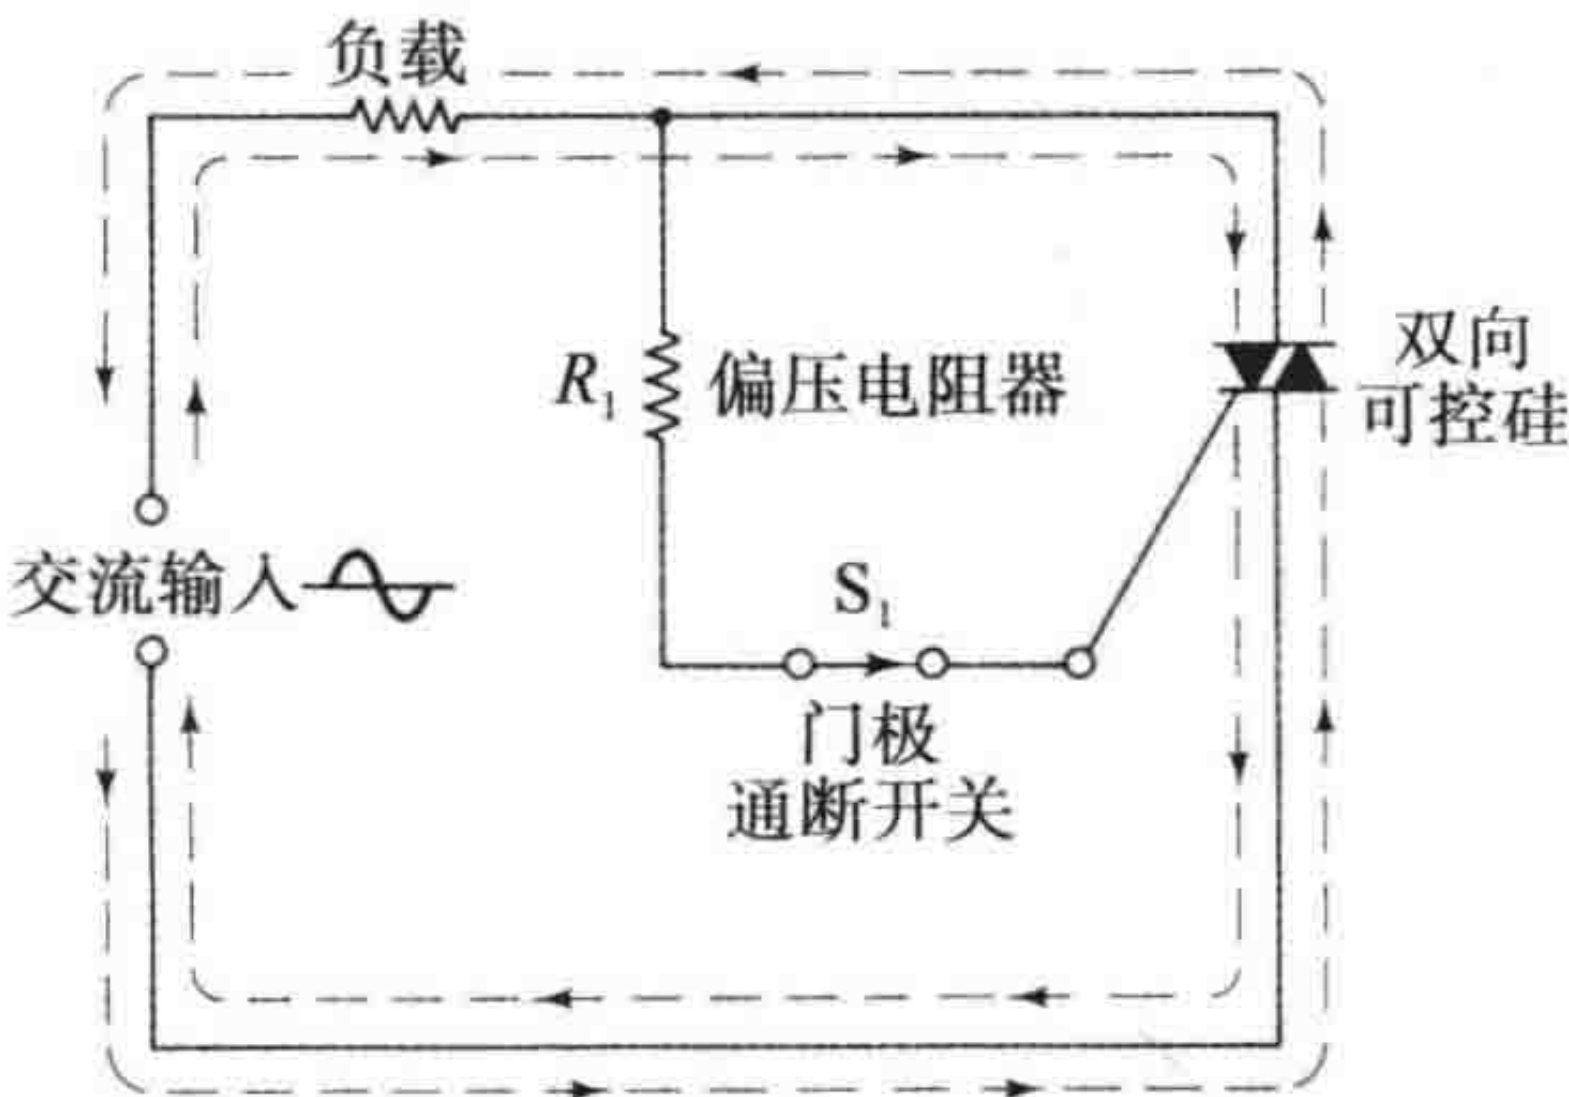

图 7-12 双向可控硅通过小的门极电流控制大的负载电流
**双向可控硅的应用** 因为双向可控硅可以双向导通，所以将其用在交流电路中是最好的，图 7-12 所示为接线图。在这个电路中，当门极被触发的时候，全部输入都施加在负载上。当 S1 打开的时候，由于施加的电压低于导通值，所以双向可控硅不能导通；当 S1 闭合的时候，双向可控硅被触发，交流电的正负半周电压都将施加到负载上。这点不同于晶闸管。晶闸管只能将一半的电压施加到负载上，因为它只能单向导通。其所有的优点都是利用小的门极电流去控制大的负载电流。